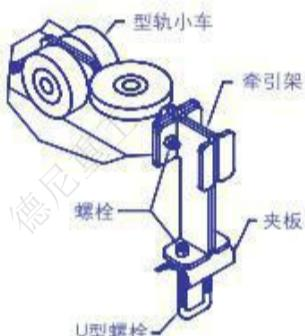

图5B. 在型轨小车上安装牵引架
5.8 将牵引架装配在位于系统动力输送侧的型轨小车上（图 5B）确保在安装时，牵引架位于型轨小车朝向动力输送的一侧。